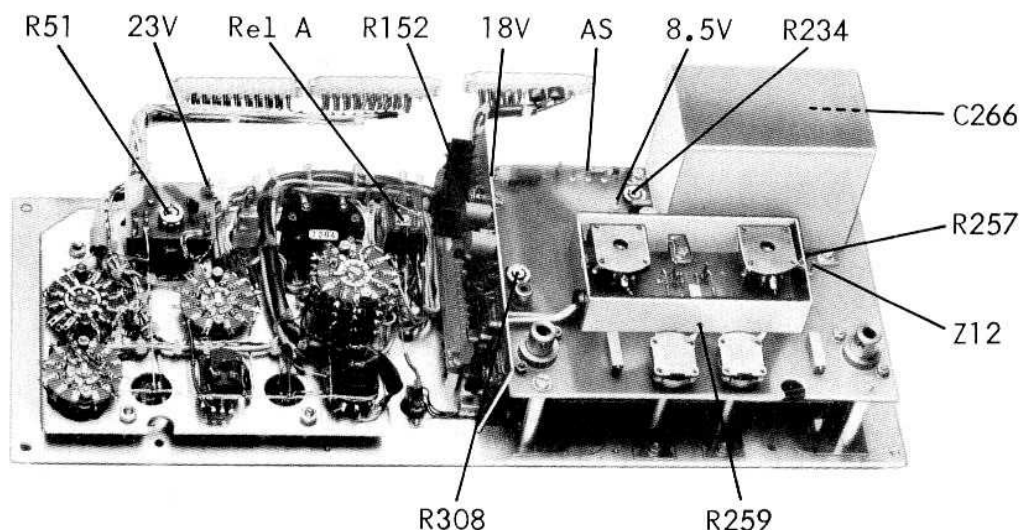

Bild 8 / Figure 8
3. 12 V am Gate von T 65 (Lötstift Z 12, Bild 8).
Versorgt Diodenabstimmung. Funktionskontrolle: 2,5 - 4 V über 1 k Widerstand R 257 (Bild 8).
Abstimmspannung (Lötstift AS, Bild 8) bei 144 MHz = ca. 4,5 V; bei 146 MHz = ca. 11,4 V (für diese Messung ist Röhren- oder Transistor-Voltmeter mit Eingangswiderstand von größer 10 M Ohm erforderlich!).
4. 8,5 V am Ausgang von IC 31 (Lötstift 8,5 V, Bild 8). Versorgt VFO.
3. 12 V at gate of T 65 (pin "Z 12", Fig. 8).
Supplies varicap diode. Functional check: 2.5 - 4 volt across 1 k resistor R 257 (Fig. 8). Tuning voltage (pin "AS", Fig. 8) at 144 MHz = approximately 4.5 volt; at 146 MHz = approximately 11.4 volt (a vacuum tube voltmeter or transistor voltmeter with an input resistance greater than 10 M Ohm is necessary for this measurement).
4. 8.5 V at output of IC 31 (pin "8.5 V", Fig. 8).
Der FM-Hub ist auf ca. 5 kHz eingestellt. Er kann mit dem Trimm-Potentiometer R 234 (Bild 8) verändert werden.
Sollte das dB-Meter ohne Signal (jedoch mit 60 Ohm Abschlußwiderstand in der Antennenbuchse) nicht auf "0" zurückgehen, oder schwache Signale nicht angezeigt werden, kann das dB-Meter mit dem Trimm-Potentiometer R 51 (Bild 8) wieder auf Null eingestellt werden.
The FM deviation is set at approximately 5 kHz. Deviation can be adjusted with the trimmer potentiometer R 234 (Fig. 8).
If the dB-meter does not return to the "0" position without signal (although the antenna socket is terminated with a 60 Ohm termination) or if weak signals are not indicated, re-adjust the dB-meter with trimmer potentiometer R 51 (Fig. 8) to zero.